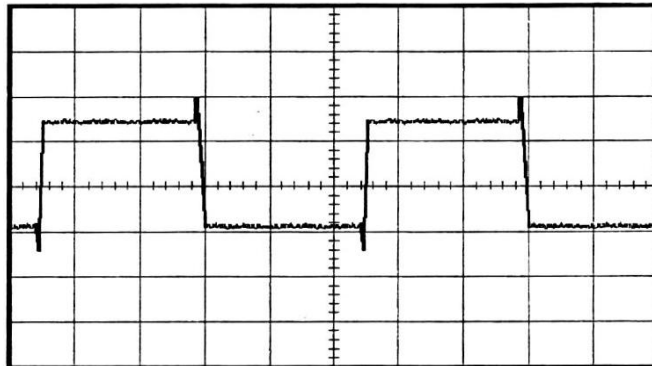

Fig.86.-La señal con ruido aleatorio reducido.
- En la fig. 86 se muestran los flancos de subida y de bajada de la señal al eliminar el ruido.